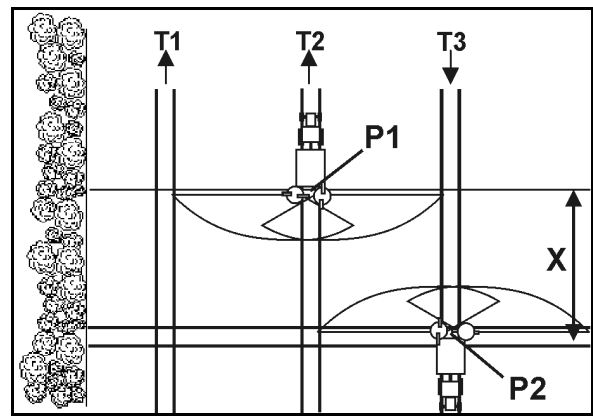

Bild 65
- Öppna slutspjällen när du kört in i körspåret vid punkt P1 (Bild 65), när spridartallrikarna är borttagna på sträckan X av vändtegens körspår.
- Stäng spjället innan du kör ut från körspåret vid punkt P2 (Bild 65), när spridartallrikarna befinner sig i höjd med vändtegens första körspår.